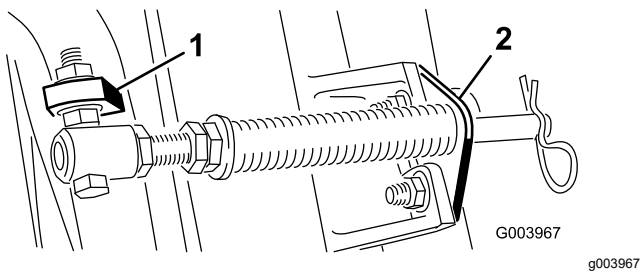

**Figura 10**
- B. Retire a porca flangeada que prende o parafuso com cabeça do tubo de mola ao separador da estrutura de suporte (Figura 10). Retire o conjunto.